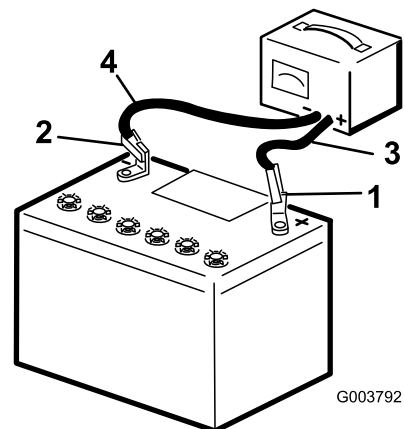

Figura 84
2. Conecte o cabo positivo do carregador ao terminal positivo da bateria (Figura 84).
3. Conecte o cabo negativo do carregador ao terminal negativo da bateria (Figura 84).
5. Quando a bateria estiver totalmente carregada, desligue o carregador da rede elétrica e desconecte os cabos do carregador dos terminais da bateria (Figura 84).